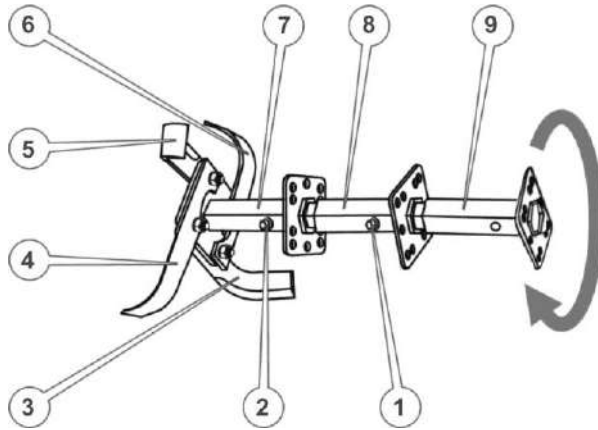
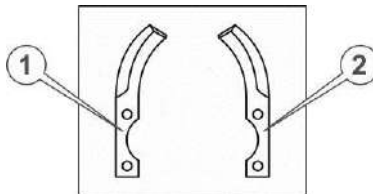

Рисунок 5. Ґрунтофреза
Рисунок 6. Ножи ґрунтофрези
1. Вставити додаткову маточину ротора в шестигранний отвір основної маточини та зафіксувати, щоб уникнути можливого осьового зсуву, пальцем із шплінтом (див. рис. 5.)
2. Взяти з комплекту ґрунтофрези по одному лівому і правому ножу (див. рис. 6.)
3. Прикласти ножі (наприклад поз. 1 та поз. 2 див. рис. 6 .) до кріпильного квадрата маточини уздовж двох суміжних сторін цього квадрата таким чином, щоб квадрат опинився всередині загинів ножів, загострені частини ножів були направлені в напрямку обертання (як зазначено стрілкою на рис. 5.), кріпильні отвори ножів збіглися з отворами квадрата, при цьому кінцевий отвір одного ножа (поз.3) збігся із серединним отвором іншого ножа (поз. 4). Утримуючи ножі в такому положенні, вставити в отвір кріпильний палець та зафіксувати шплінтом.